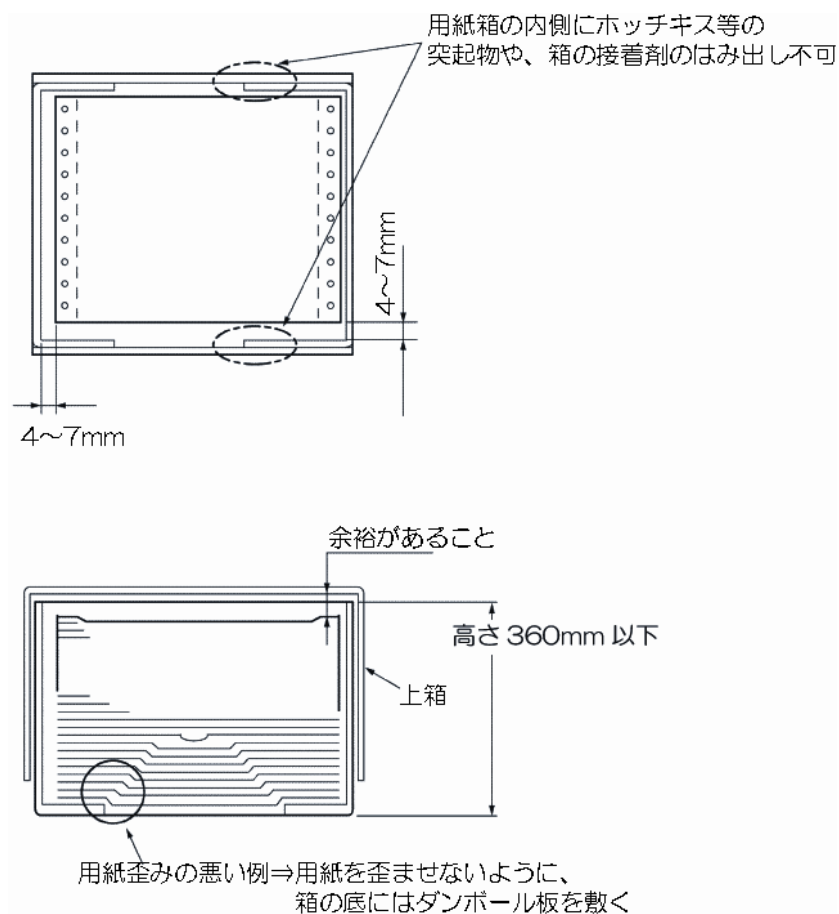

図 3.11 用紙箱の寸法
(図 3.11 参照)
- d) ホッチキスなどの突起物および接着剤などはみ出しが用紙箱の内側にあるものは使用できません。(図 3.11 参照)
- e) 用紙箱の底は平坦にし、用紙を歪ませないよう工夫してください。(図 3.11 参照)